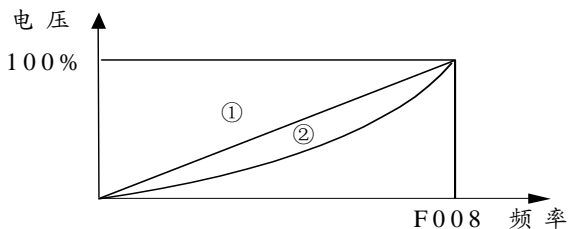

图 6-10
设定变频器的自动节能模式，F115=1 时，随着负载的变小（即电机处于轻载运行时），变频器通过检测负载电流，适当调整输出电压，达到节能运行的目的。此功能对风机、泵类、平方转矩负载的节能效果非常明显，但不适用于负载变动频繁或运转中已接近满载运行的电机。图 6-10 中① v/f 恒定，② 节能运行。